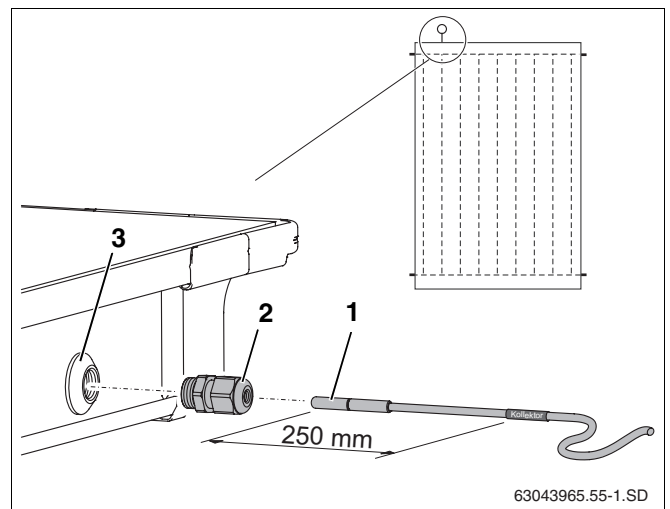

Fig. 50 Deslizar la sonda en el colector
Para que la instalación solar funcione correctamente es necesario deslizar la sonda del colector (fig. 50, **pos. 1**) hasta el tope (corresponde a aprox. 250 mm) en el tubo guía de la sonda.
- ▶ Perfore con la sonda del colector o con un destornillador la capa de impermeabilización del paso de la sonda (fig. 50, **pos. 3**).
- ▶ Enrosque el prensaestopas (fig. 50, **pos. 2**) en el paso de la sonda.
- ▶ Apriete el prensaestopas (fig. 50, **pos. 2**) y, en caso necesario, haga contrafuerza.
Si ha perforado el paso de la sonda (fig. 50, **pos. 3**) del colector equivocado, puede volver a impermeabilizarlo con el tapón incluido en el juego de conexión. Previamente debe retirar la tuerca que se encuentra en el paso de la sonda con la ayuda del pasacable (fig. 50, **pos. 2**).